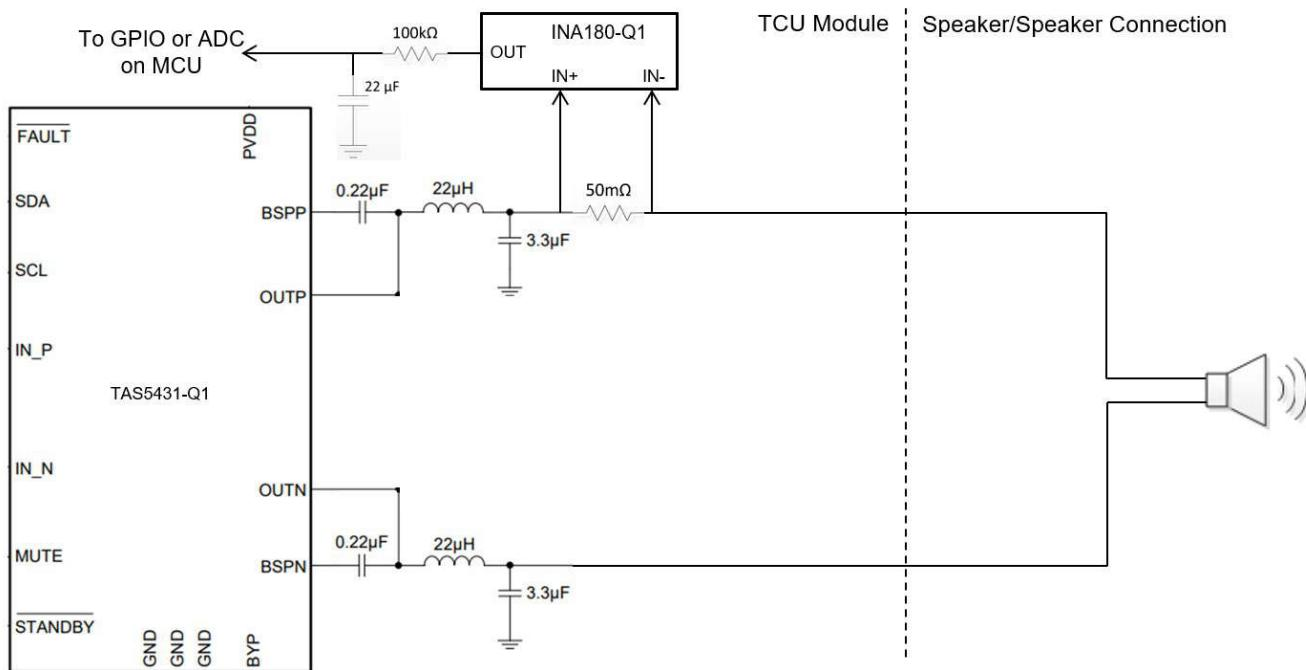

図4. TAS5431-Q1 を使用してシンプルな電流センスアンプ回路を実装することで、オープン回路を検出できる
電流センス抵抗、電流センスアンプ、抵抗コンデンサ (RC) フィルタ (図 4) を同じ 5Hz、200mV ピーク ツー ピーク ベースライン信号と組み合わせて実装することで、システムはスピーカまたはオープン負荷状態を検出できるようになります。